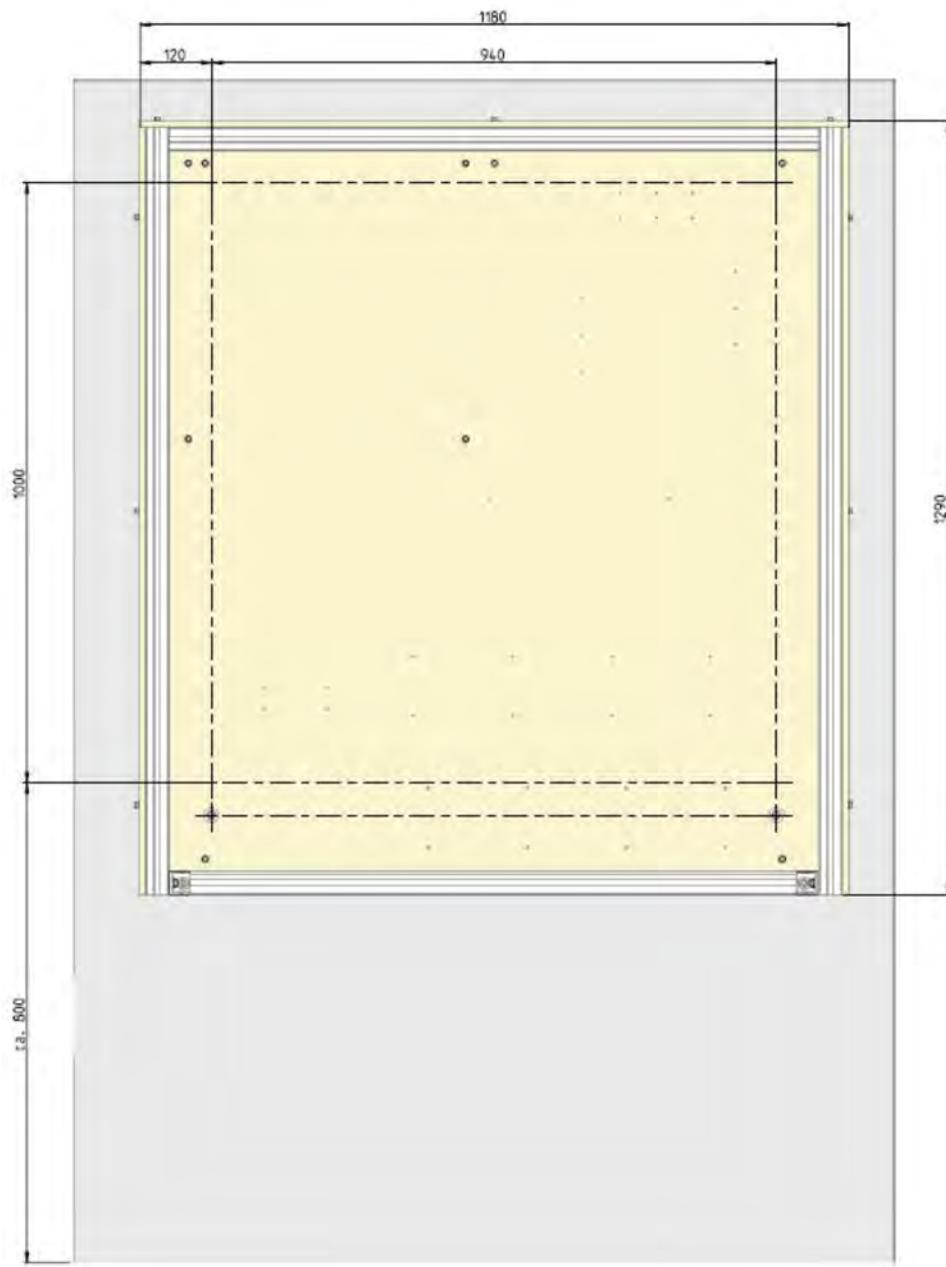

Fig. 13 : Schéma de montage
2. ➤ Tracer au mur les perçages à réaliser conformément au schéma ↗ *Chapitre 6.3.1 « Schéma de montage » à la page 53, Fig. 13 .*